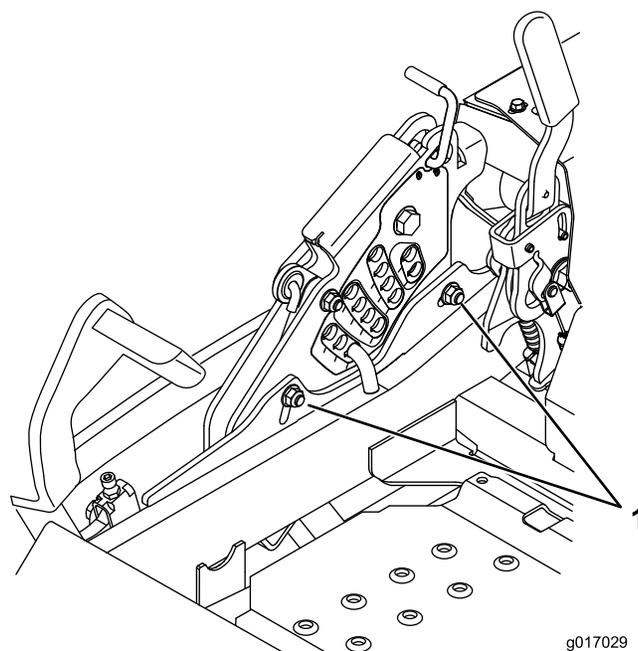

Figure 87
12. Pour régler le système monopoint, desserrez les deux boulons au bas de la plaque de hauteur de coupe. Reportez-vous à Figure 87.
14. Serrez les deux boulons au bas de la plaque de hauteur de coupe (Figure 87). Serrez à un couple de 37 à 45 Nm (27 à 33 pi-lb).